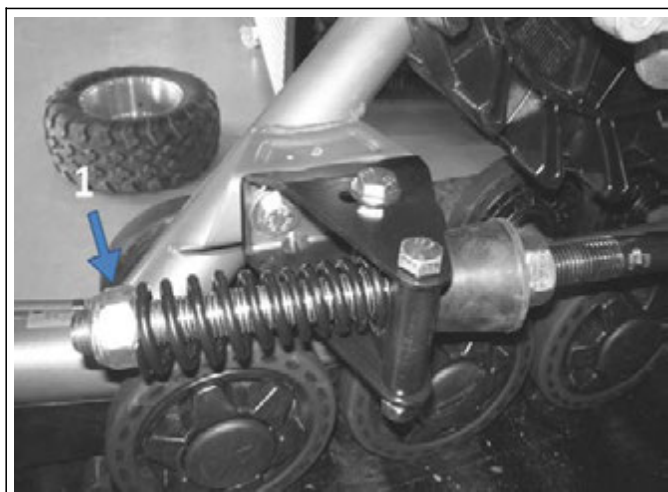

Рис. 12
- Повернуть гайку (поз.1) до вхождения в контакт с пружиной, после чего сжать пружину поворотом гайки на два полных оборота (Рис.12).